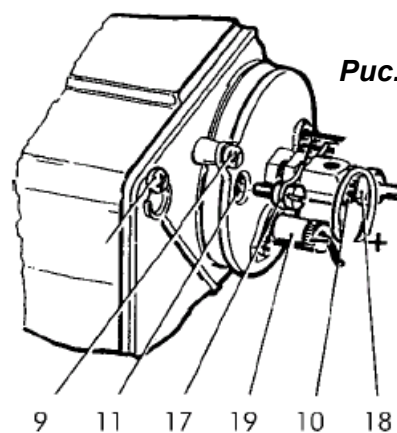

Рис. 8
- Установите горелку в исходное состояние, нажав на кнопку (20).
- Отрегулируйте пламя, меняя как поток воздуха с помощью винта (13) и соответствующей стопорной гайки (12), так и перемещая вперед или назад держатель форсунки (10). Чтобы отрегулировать положение держателя, пользуйтесь винтом (17).
- Рекомендуется перемещать держатель вперед (+) для обеспечения максимального или близкого к максимальному расхода, и передвигать его назад (-) для обеспечения минимального расхода (см. рис. 8).